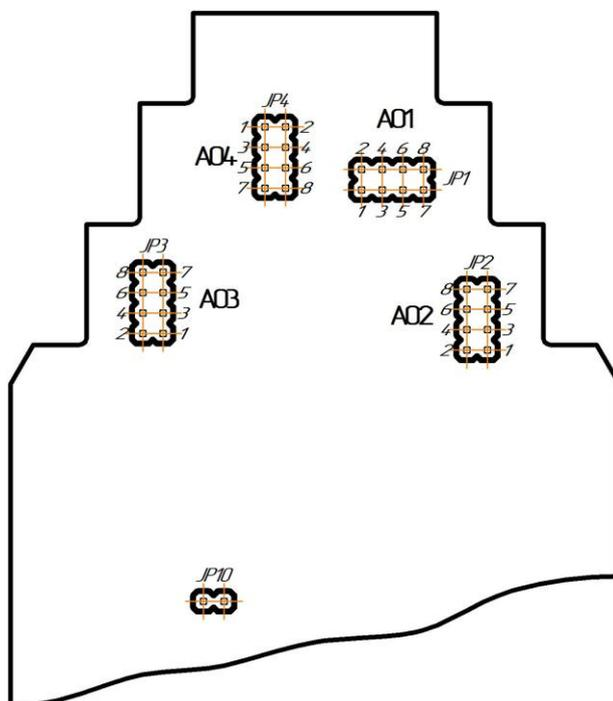

Рисунок 5.1 – Положення перемичок на платі модуля (корпус модуля знято):
4.3.6.1 Знеструмити модуль, зняти з шини та встановити перемичку JP10 (положення – див. рис. 5.1), після чого встановити модуль назад на шину. Модуль перейде в режим конфігурації налаштувань мережі, про що свідчить миготіння світлодіода "PWR" на передній панелі приладу.